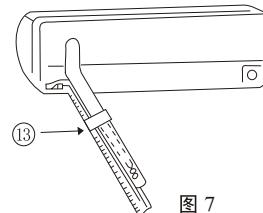

图7
(1) 当要把铜管从后面引出时, 将铜管、排水管和连接电缆一起用附件⑬胶带绑紧。(图7)